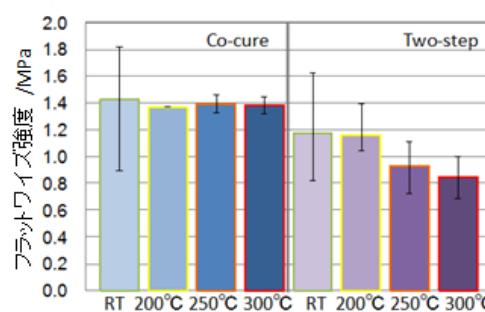

図2 フラットワイズ強度
- 測定結果　両成形条件で作製したパネルで、高いフラットワイズ強度を示すことが確認されました(図2)。また、300°Cでもフラットワイズ強度、曲げ剛性、及び曲げ強度を維持することが確認されました。これらの結果から、本サンドイッチパネルは耐熱部材としての適用可能が示唆されました。